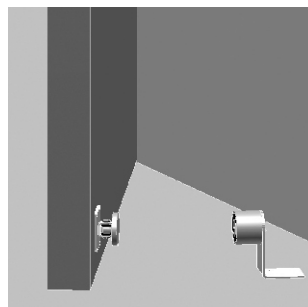

Рис.1
- б) Полностью открыть дверь и установить замок в том месте, где гарантируется удерживание двери (Рис.1,2).